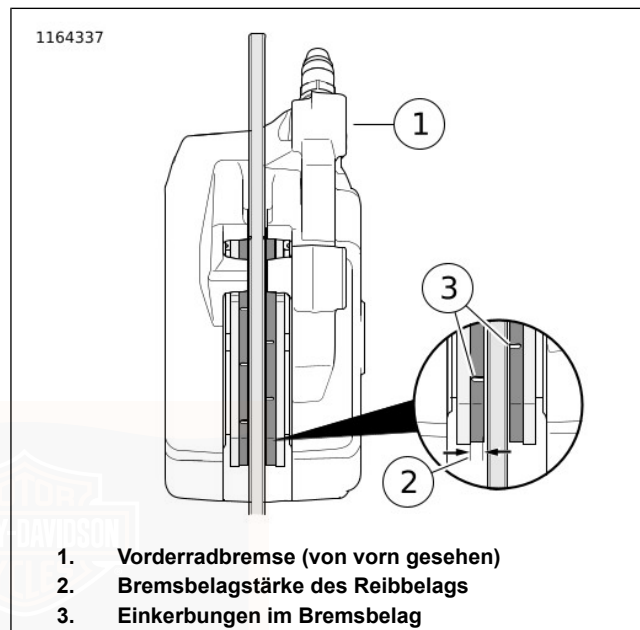
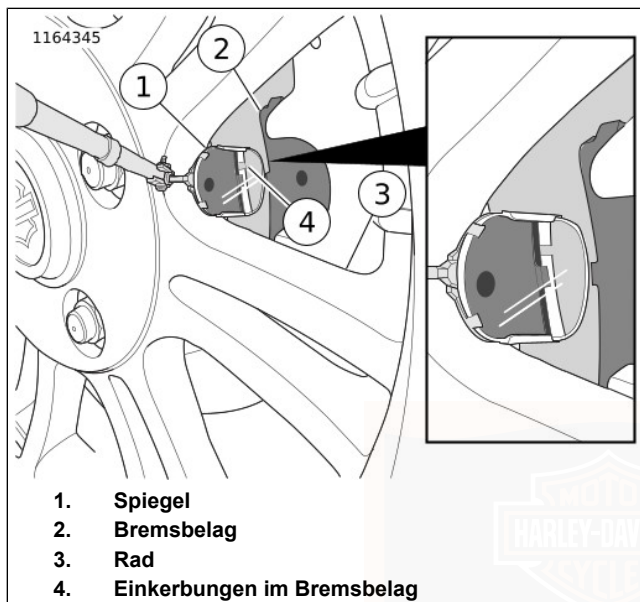

Abbildung 77. Bremsbelagmaterial hinten
Abbildung 78. Bremsbelagmaterial vorn
2. Siehe Abbildung 77 und Abbildung 78. Die Bremsscheibe prüfen, wenn diese gedreht wird. Die Scheibe muss schlagfrei im Bremssattel laufen.